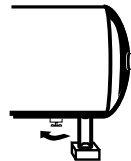

Figura 5 - Llave de drenaje
- a. Abra la llave de drenaje del tanque y deje que el compresor funcione durante 60 minutos sin carga (Vea la Figura 5).